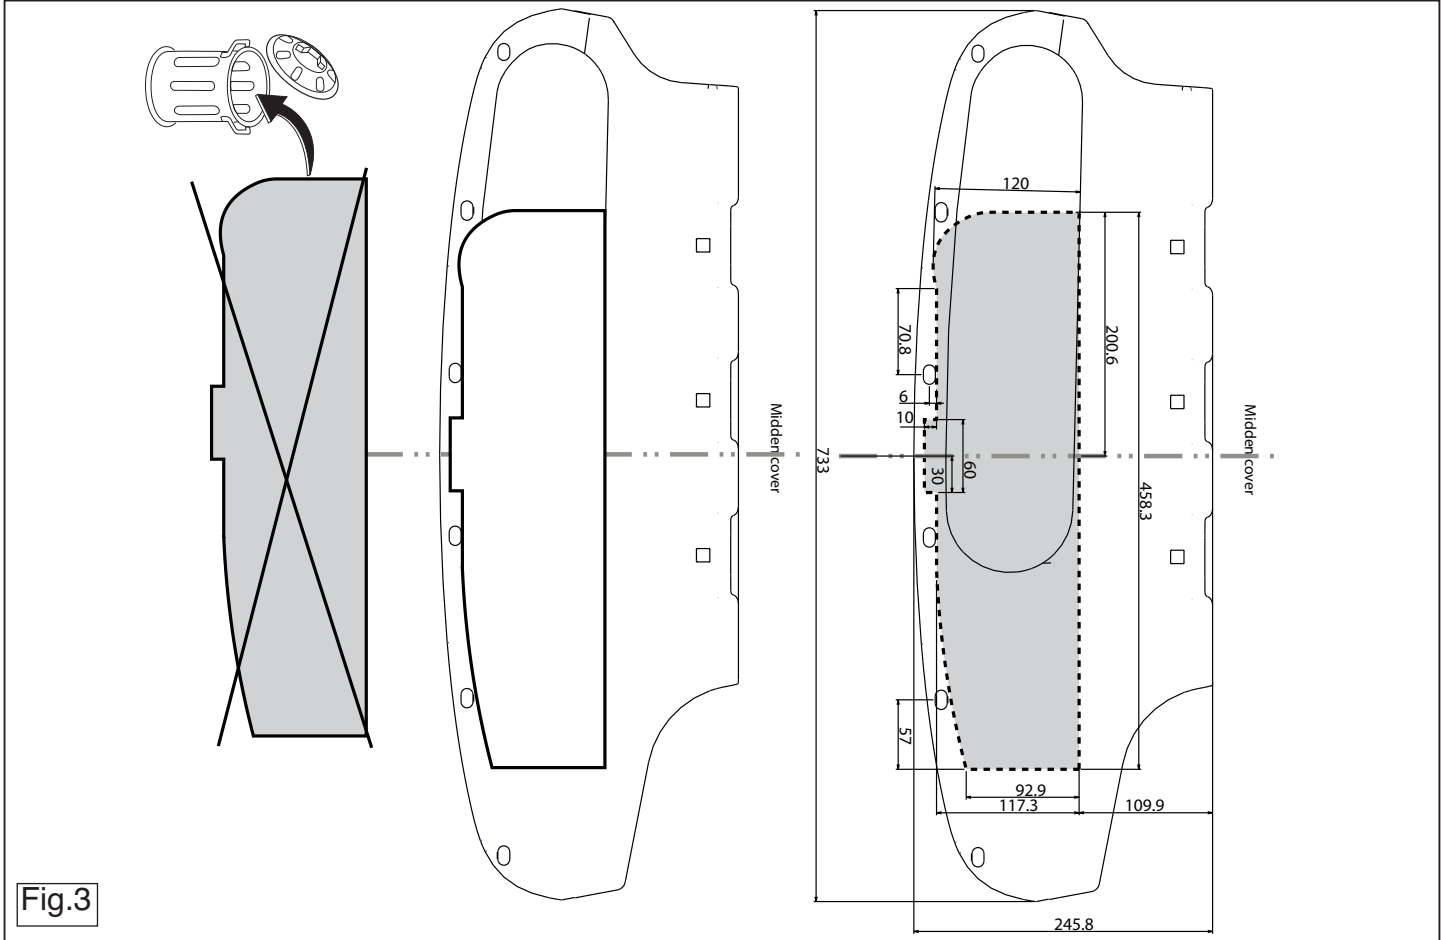

Fig.3
6. Выпилить часть из закрывающей пластины, как указано на рис. 3.